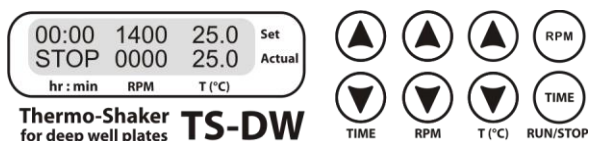
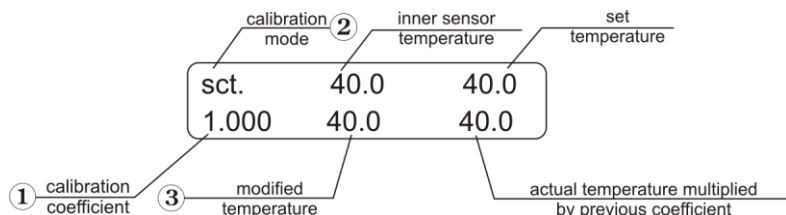

Fig. 2. Panneau de configuration
Fig. 4 Panneau de configuration en mode de calibrage
- 4.3. **Réglage de la durée (TIME).** Utilisez les touches ▼TIME ▲ et (Fig. 2/1) pour programmer l'intervalle de durée de travail souhaitée en heures et en minutes (intervalle d'incrémentations de 1 min). Appuyez sur la touche pendant plus de 3 secondes pour augmenter l'intervalle d'incrémentations.
- 4.4. **Réglage de la vitesse (RPM).** À l'aide des touches ▼RPM ▲ et (Fig. 2/2), programmez la vitesse requise (intervalle d'incrémentations 10 tpm). Appuyez sur la touche pendant plus de 3 secondes pour augmenter l'intervalle d'incrémentations.
- 4.5. **Réglage de la température (T, °C).** Utilisez les touches ▼T, °C ▲ et (Fig. 2/3) pour régler la température nécessaire (intervalle d'incrémentations de 0,1°C). Appuyez sur la touche pendant plus de 3 secondes pour augmenter l'intervalle d'incrémentations.
- 4.7. Appuyez sur la touche **RPM-RUN/STOP** (Fig. 2/4). La plate-forme se mettra à tourner et l'indicateur du minuteur commencera à décompter l'intervalle de temps (précis à 1 minute près).
- 4.10. Il est possible de redémarrer le minuteur en cours de fonctionnement, si nécessaire. Appuyez une fois sur la touche **TIME-RUN/STOP** (Fig. 2/5) pour arrêter le minuteur. Appuyez de nouveau sur la touche **TIME-RUN/STOP** pour redémarrer le minuteur.
Une fois que la durée programmée s'est écoulée, le mouvement de la plate-forme s'arrête automatiquement. En revanche, le chauffage s'arrête uniquement manuellement en utilisant la touche **▼T (°C)** (Fig. 2/3 - touche du bas) pour diminuer la température jusqu'à ce que l'indication OFF apparaisse dans la ligne supérieure (Set) de l'écran
- 5.2. Pour entrer le coefficient de calibrage, maintenez la touche **TIME-RUN/STOP** (Fig. 2/5) appuyée pendant plus de 8 s pour activer le mode de calibrage. Le coefficient de calibrage s'affichera sur l'écran (Fig. 4/1).
- 5.3. Entrez la valeur 1,000 en utilisant les touches **▼RPM ▲** et (Fig. 2/3) pour rétablir les paramètres d'usine conformément à la figure 4/1.
- 5.9. Maintenez enfoncée la touche **TIME-RUN/STOP** (Fig. 2/5) pendant plus de 8 secondes pour activer le mode de calibrage. Les paramètres suivants s'afficheront sur l'écran (Fig.4):
En utilisant les touches **Temp.** ▲ et ▼ (Fig.2/3), modifiez le coefficient de calibrage (Fig.5A/1) pour que la nouvelle valeur de température (Fig.5A/2) corresponde à la température du capteur autonome. Prenons l'exemple d'un coefficient de calibrage de 0,974 (dans la plage: ente 0,936 et 1,063; inter-valle d'incrémentatation de 0,001).
- 5.11. Une fois le calibrage terminé, appuyez une fois sur la touche **RPM-RUN/STOP** (Fig. 2/4) pour sauvegarder les changements et sortir du mode de calibrage.